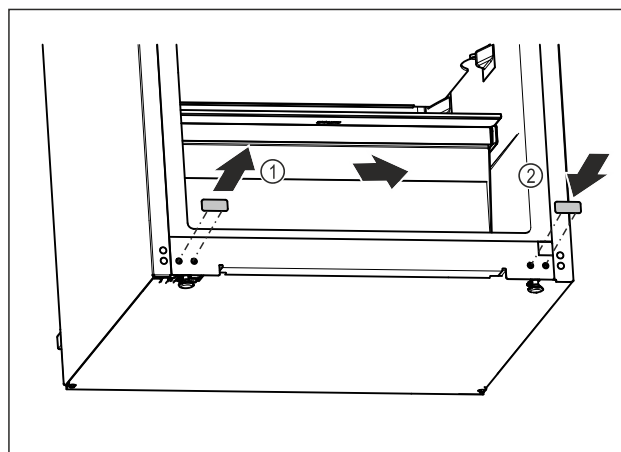

Fig. 20
- ▶ Estrarre il coperchio a tappo. Fig. 20 (1)
- ▶ Inserire il coperchio a tappo sul lato opposto. Fig. 20 (2)